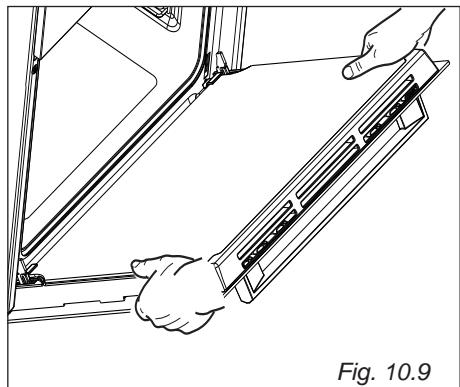

Fig. 10.9
- Impugnare la porta come illustrato in fig. 10.9.